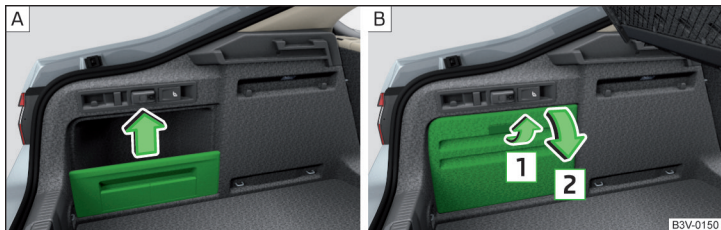

Abb. 130 Seitenablage herausnehmen / Seitenfach öffnen
- Die Seitenfächer an den beiden Gepäckraumseiten öffnen und herausnehmen » Abb. 130 auf Seite 110 - B.
An den beiden Gepäckraumseiten befinden sich je nach Fahrzeugausstattung Seitenablagen » Abb. 130 - **A** oder abschließbare Seitenfächer » Abb. 130 - **B**.
➤ Die Ablagefachabdeckung in Pfeilrichtung **abnehmen** » Abb. 130 - **A**.
➤ Zum **Öffnen** den Griff in Pfeilrichtung **1** ziehen und das Fach in Pfeilrichtung **2** öffnen » Abb. 130 - **B**. Das Fach kann herausgenommen werden.
- › Die Seitenfächer an den beiden Gepäckraumseiten öffnen » **Abb. 130** auf Seite 110 - **[B]**.